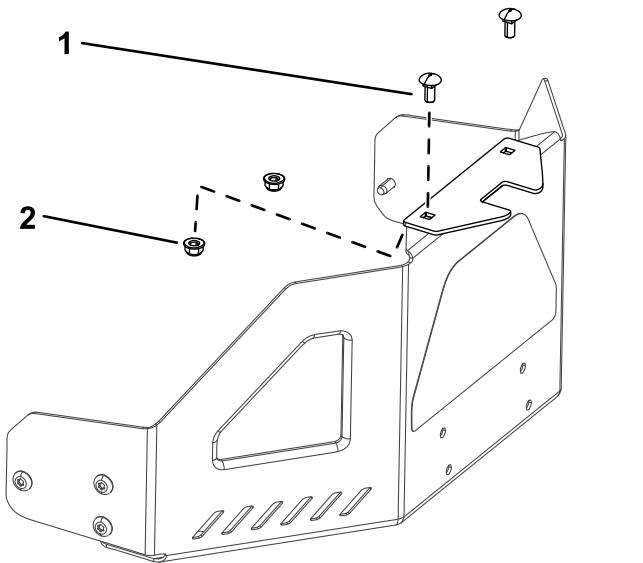

Figure 5
- Fixez le support de stabilisation à la protection du moteur au moyen de 2 boulons de carrosserie (5/16" x 3/4") et 2 contre-écrous (5/16") (Figure 5).